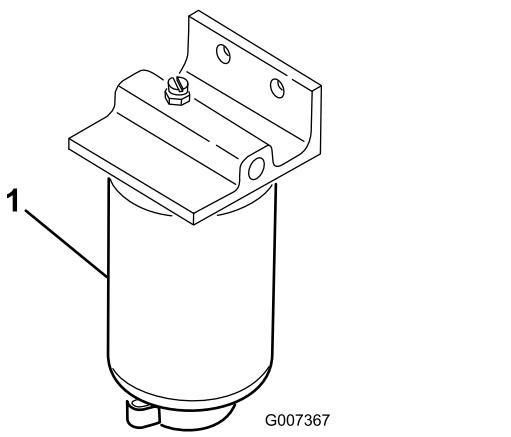

图27
- 在燃油滤清器下面放置一个放油盘图27。
- 打开燃油滤清器底部的排油塞排干积水图27。排干之后拧紧排油塞。